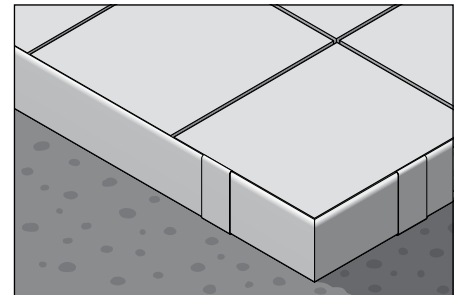

Abb. 7
Verarbeitung für Verlegung von selbsttragenden Plattenelementen auf dem Plattenlager-System TROBA-LEVEL mit BARA-RT / BARA-RTC (Abb. 7)
2. Bei Nutzung des Plattenlager-Systems TROBA-LEVEL überdeckt das Abschlussprofil BARA-RT / BARA-RTC den freien Rand der Belagskonstruktion (Abb. 7).